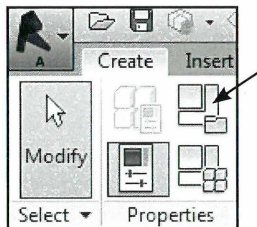

Fig. 02.17. *Family Category and Parameters*
- Klik *Family Category and Parameters* (Fig. 02.17) (Når familien er åben).